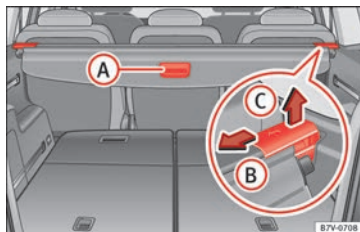

Fig. 163 En el maletero: bandeja del maletero.
- Tire del asidero de la bandeja » » » **fig. 163**
- Desbloquee la bandeja en la dirección de la flecha » fig. 163 B.
- Presione la bandeja en el sentido que indica la flecha » fig. 163 B.
- Desbloquee la bandeja en el sentido de la flecha » fig. 163 B y levántela en el sentido de la flecha C.